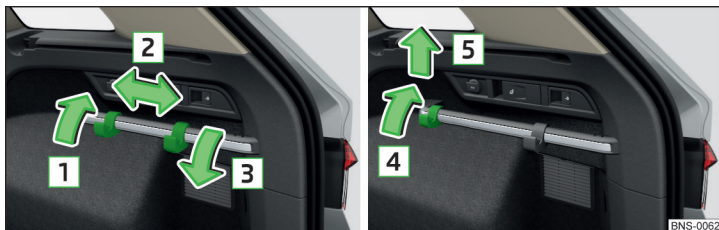

Fig. 146 Faire coulisser les crochets sur la baguette de fixation / démonter les crochets
- Appuyez sur le crochet vers le haut dans le sens de la flèche **1** et poussez en même temps dans la position souhaitée dans le sens de la flèche **2** » fig. 146.
- Relevez le crochet vers le haut dans le sens de la flèche **4** jusqu'à ce qu'il se détache et retirez-le dans le sens de la flèche **5** » fig. 146.
- Appliquez le crochet sur la barre de fixation dans le sens inverse de la flèche **5** et appuyez légèrement dessus » fig. 146.